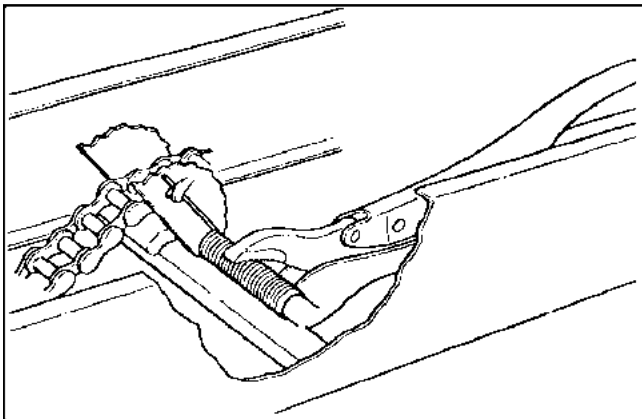

Figure 7-4. Fixation de la came du tendeur
3. Tourner l'assemblage de came du tendeur dans le sens qui resserre le ressort de torsion et pousser l'assemblage vers le bas le plus près possible du moufle du galet de came au fond du châssis. Le fixer à cet endroit à l'aide de la pince-étau 10 CR selon la figure 7-4.